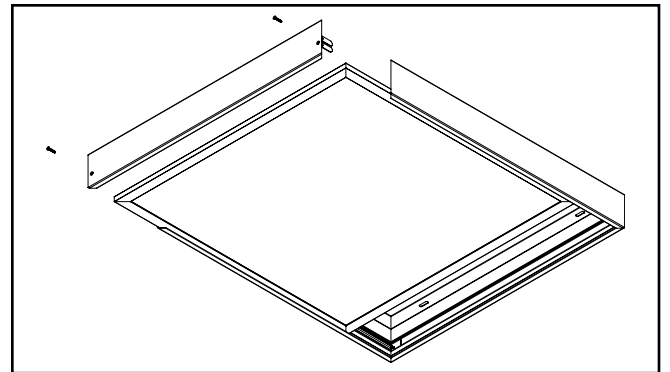

Figure 14.
**Note:** Le nombre de pièces du cadre à installer peut varier légèrement compte tenu de la pièce que vous installez. Consultez les figures 14 et 15 ci-dessous pour voir les détails de réinsertion.